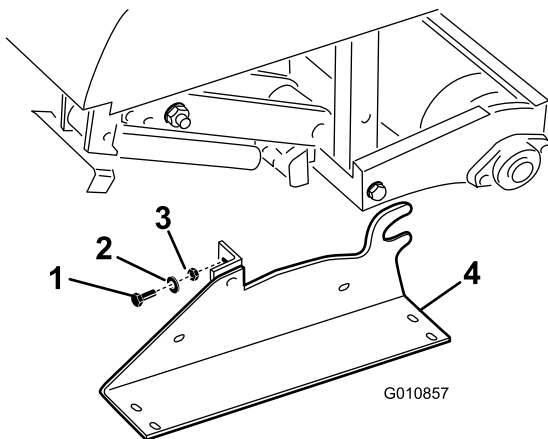

Figure 25
2. Enlevez les boulons, rondelles de blocage et écrous qui fixent les supports de rangement à chaque extrémité de l'aérateur (Figure 25).